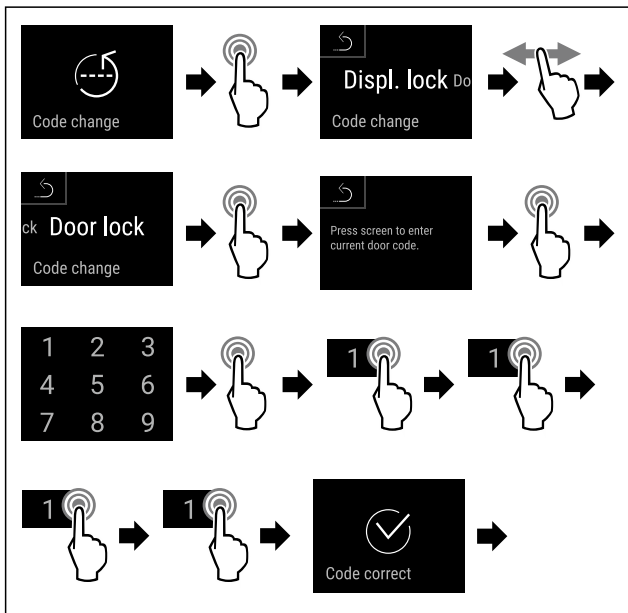

Fig. 81
- ▶ Udfør handlingstrinene (se Fig. 81).